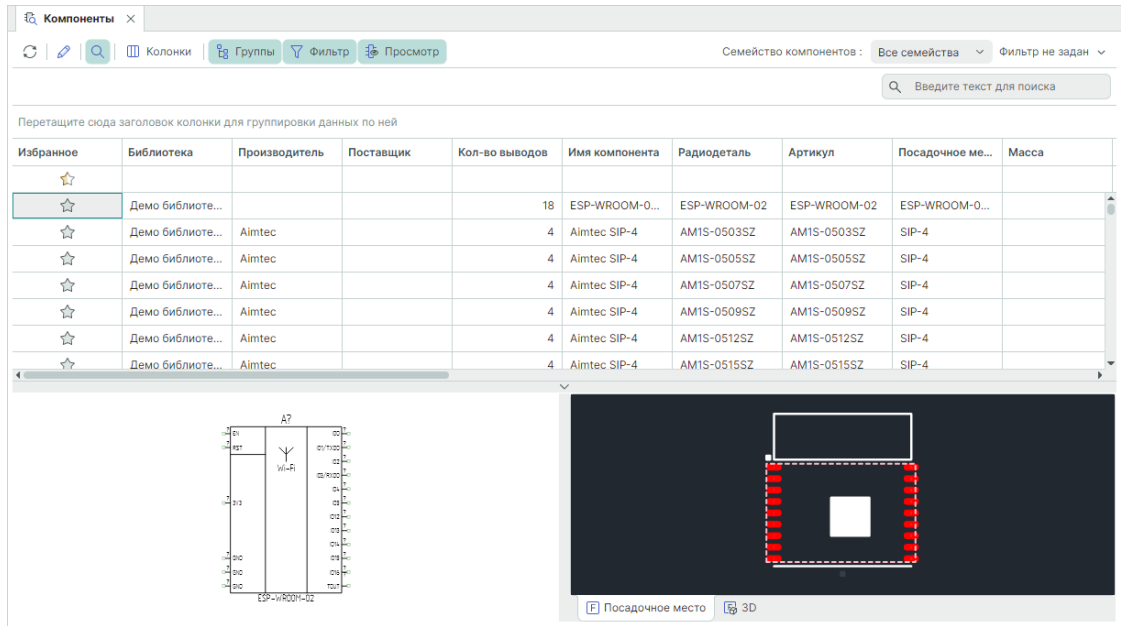

Рис. 45 Окно «Компоненты»
2. Выберите компонент. Для удобства поиска окно дополнено панелью фильтрации, расположенной в верхней части окна, см. Рис. 45.